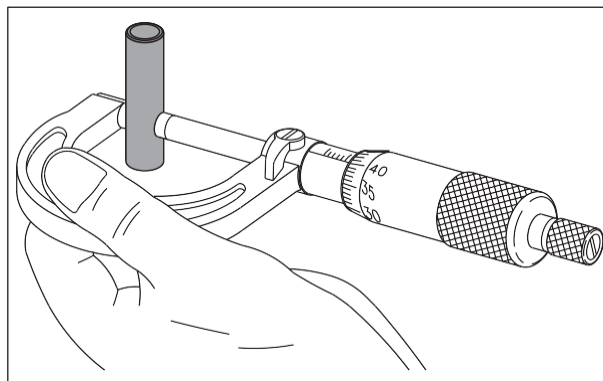

Fig. 3.95
- Mida el diámetro externo del pasador del pistón. (Fig. 3.95) Si la medida es menor al límite de servicio remplace el pasador del pistón por uno nuevo.